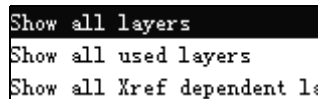

图 7-15 设置命名图层过滤器的条件
4) 下拉箭头 用户可以通过单击 Named Layer Filters 设置区中的 Filter name 右边的下拉箭头得到一下拉列表选项来设置命名图层过滤器的条件。该下拉箭头的下拉列表选项如图 7-15 所示。